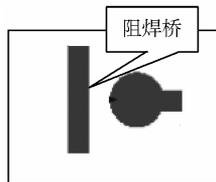

图 15-27 “阻焊桥”问题
(4) 分析检查“阻焊桥”问题,就是检查那些焊盘与布线或其他传导性对象之间的距离太近,以至于在生产过程中焊盘与离它太近的对象之间发生短路。如图 15-27 所示,由于设计中焊盘与布线的距离太近,这就容易造成生产过程中的搭桥问题,导致 PCB 不良。